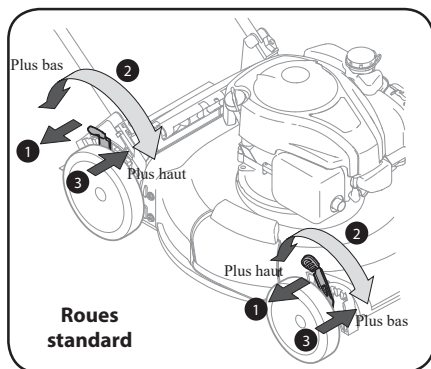

Figure 2-11
2. Placez le levier à la position désirée pour régler la hauteur de coupe. Voir Les Figures 2-11 et 2-12.
3. Relâchez le levier de réglage vers le plateau de coupe. Voir les Figures 2-11 et 2-12.